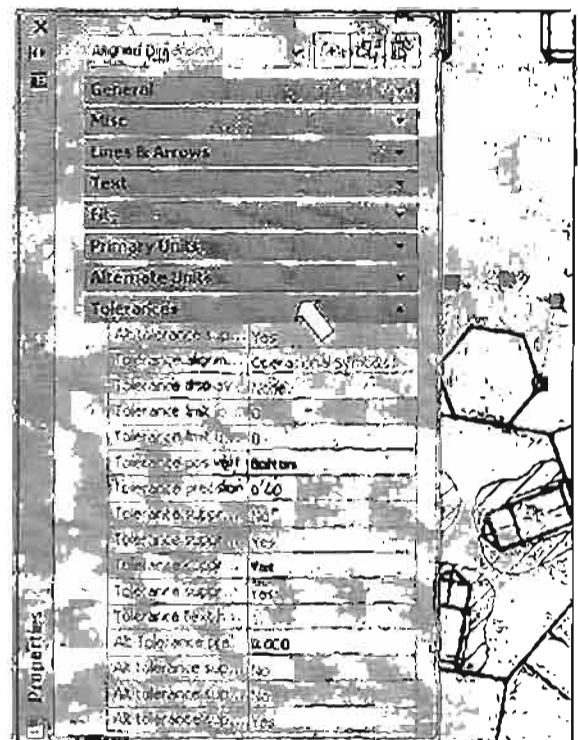

Рис. 11.21. Диалоговое окно свойств объекта PROPERTIES
Любые свойства объектов, включая и те, которые изменяются при помощи рассмотренной ранее панели инструментов Properties (Свойства объектов), можно изменить в диалоговом окне PROPERTIES (СВОЙСТВА) (рис. 11.21). Вызов диалогового окна PROPERTIES осуществляется щелчком на кнопке Properties (Свойства), расположенной на панели инструментов Standard (Стандартная).
2. Вызовите диалоговое окно PROPERTIES (СВОЙСТВА). Появится диалоговое окно, в верхней части которого будет показано название выбранного объекта (см. рис. 11.21).